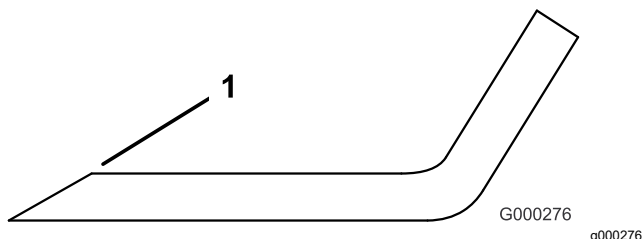

Figure 99
3. Examinez les tranchants de toutes les lames et aiguisiez-les s'ils sont émoussés ou ébréchés (Figure 99).
Remarque: N'aiguissez que le haut du tranchant et conservez l'angle de coupe d'origine pour obtenir une coupe nette (Figure 99). Limez la même quantité de métal sur les deux tranchants pour ne pas déséquilibrer la lame.